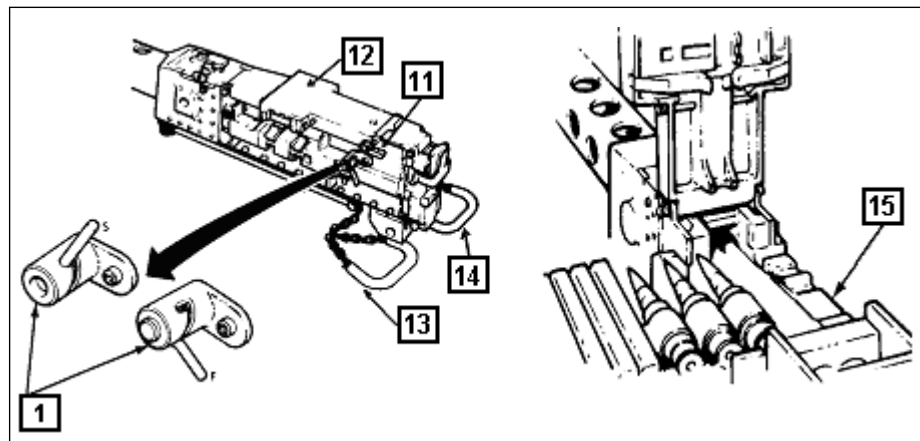

Fig 4-73. Carregando a Mtr .50 M85
(1) Pode-se recarregar facilmente o cofre, combinando a extremidade de entrada da nova fita com o final da fita em uso. Olhar através da porta da frente do cofre e parar o disparo quando faltarem 20 (vinte) tiros na fita. Colocar, então, aberto um duplo elo dentro do cofre e dentro do último elo da fita. Combinar as duas fitas pela inserção de tiros (cartuchos) removidos através de 3 (três) elos conectados. Atirar em rajadas curtas e verificar se a fita se move corretamente.
(2) Se ocorrer desalinhamento ou travamento do primeiro cartucho na calha, voltar a fita 2,5 cm e empurrar a fita. A munição entrará vagarosamente na Mtr.
(3) Fechar a porta da frente do cofre.
f. Carregar a metralhadora (Fig 4-73)
(1) Desprender o trinco (11) e abrir a tampa da Mtr (12). Prender com os prendedores a porta de acesso do berço.
(2) Assegurar que o ferrolho da Mtr está para frente. Se estiver à retaguarda, colocar a chave de segurança (1) para fogo (F) e puxar a alavanca carregadora (13) inteiramente para trás. Enquanto mantém tensão na alavanca, puxar a alavanca do gatilho manual (14) e permitir que o ferrolho feche lentamente. O ferrolho deve estar para a frente, antes que qualquer munição chegue à bandeja de alimentação (15).
(3) Colocar o lado de entrada da fita na bandeja com o lado aberto do elo para baixo e forçado pelas lingüetas de retenção da fita.
(4) Fechar a tampa (12) e colocar a chave de segurança (1) em fogo (F). Carregar a arma.
(5) Colocar a chave em segurança (S) (1), até estar pronta para o disparo. Fechar a porta de acesso do berço.